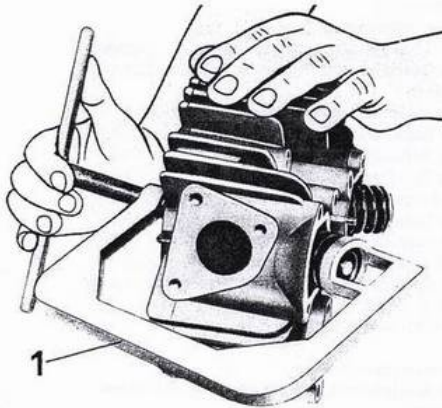

Abb. 22
Mit dem passenden Werkzeug Nr. 10907200 (1 aus Abb. 22) ist am Ventilteller und am oberen Ventilderteller anzusetzen, die Schrauben des Werkzeugs werden zum Zusammendrücken der Federn so weit angezogen (wenn das Werkzeug unter Zug ist, gibt man einen Hammerschlag auf den Werkzeugkopf, dies dient dazu, den Teller von den Kegelhälften abzulösen), bis die Kegelhälften entfernt werden können. Nach Abnahme der Kegelhälften ist das Werkzeug zu lösen und ist folgendes abzunehmen:
- schließlich die beiden Kegelstücke, unter Verwendung des Werkzeugs Nr. 10907200 (Nr. 1 aus Abb. 22), das am Ventilteller und am oberen Federteller angesetzt wird; die Schrauben des Werkzeugs werden so weit angezogen, bis die beiden Kegelhälften montiert werden können, dann ist das Werkzeug zu lösen.